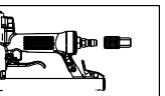

Fig.2
2. Fixer un raccord rapide à haut débit au pistolet. (Voir Fig. 2)